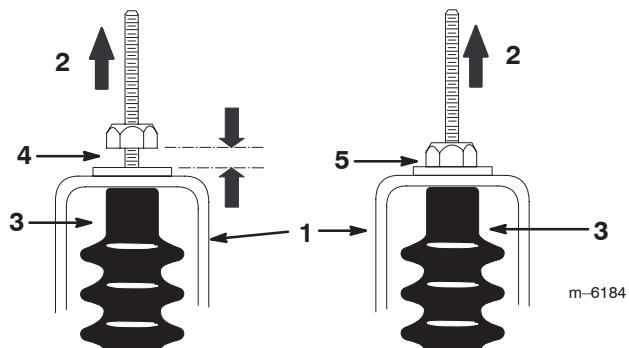

Figure 27
5. Tirez sur chaque câble de sélection et vérifiez qu'il n'y a pas d'espace entre l'écrou/rondelle et la patte de réglage du point mort (Fig. 27). Serrez l'écrou s'il y a un espace.